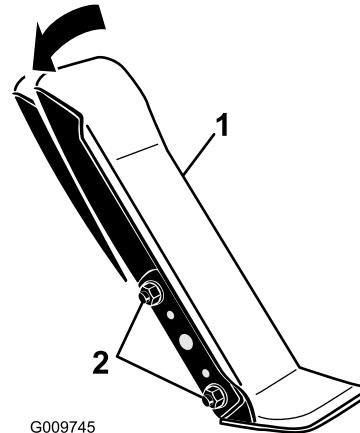

図 71
- 走行ペダルの左側をブラケットに固定しているナットとボルト各2をゆるめる図 71。
- 走行ペダルを希望の角度に調整しナットで固定する図 71。